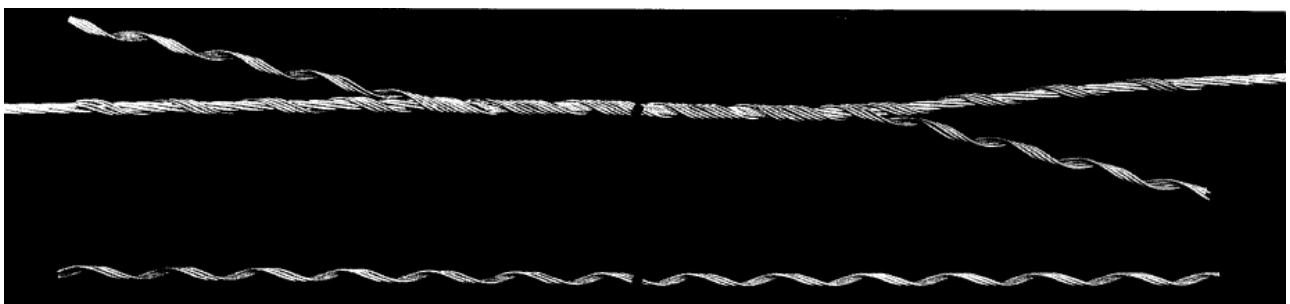

Рис. 4.
5. Таким же образом накрутите следующую прядь зажима, начиная от середины, прикладывая её так, чтобы в процессе навивки они располагались равномерно на поверхности ремонтируемого провода (см. рис. 4).